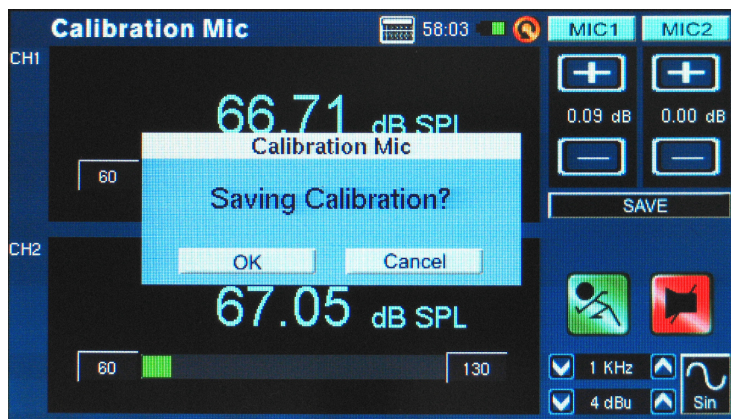

图 71
5. 点击SAVE按钮结束校准或BACK按钮不保存变更直接退出(图71)。